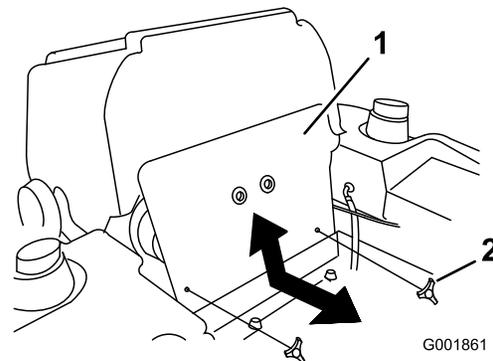

Figure 47
1. Basculez le siège en avant et déposez le panneau avant du moteur (Figure 47).